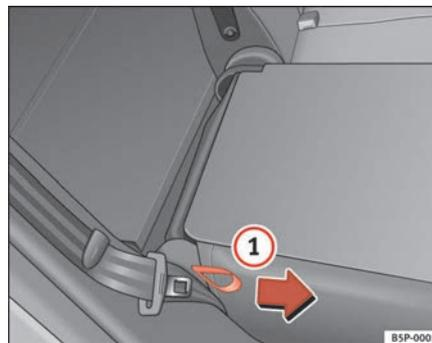

Abb. 99 Umklappen bzw. Aufrechtstellen der Rücksitzlehne
- Ziehen Sie die seitliche Zugschleife am Sitz ⇒ **Abb. 99** **1** in Pfeilrichtung und klappen Sie die Lehne hoch, bis sie einrastet.